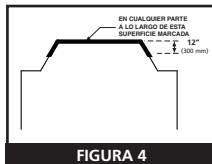

FIGURA 4
- Instale alarmas de humo en techos tipo bandeja (techos artesonados) en el tramo más alto del techo o en el tramo inclinado del techo dentro de las 12 pulgadas (30,5 cm) verticalmente hacia abajo desde el punto más alto (consulte la FIGURA 4).